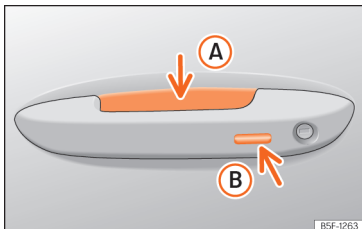

Рис. 74 Зовнішня ручка дверей: тактильні датчики.
»» рис. 74
- Торкніться тактильного датчика »» рис. 74 Ⓑ на зовнішньому боці ручки дверей. Показники повороту блимають один раз.
- Упродовж 5 секунд торкніться тактильного датчика на зовнішньому боці ручки дверей »» рис. 74 Ⓑ. Але не беріться за ручку рукою! Система безключового доступу тимчасово відключається.
Комфортне закривання всіх електричних склопідйомників і люка: кілька секунд тримайте палець на тактильному датчику >>> **рис. 74 ⑧** на ручці дверей, доки вікна й люк закриються до кінця.